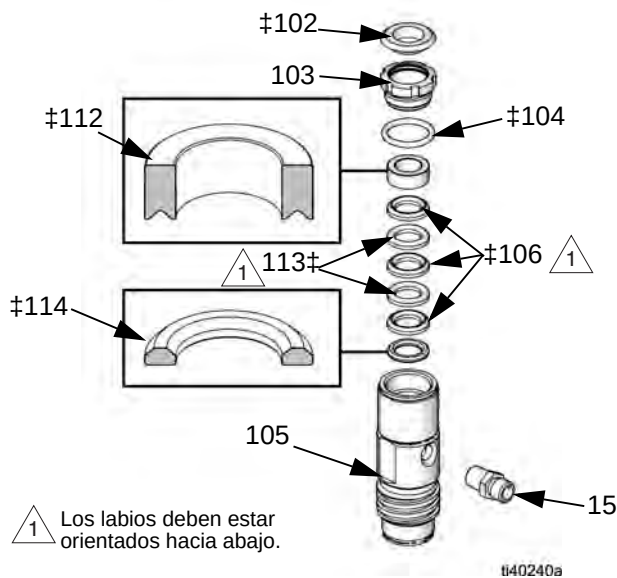

FIG. 9: Empaquetaduras de cuello en V
Modelos con empaquetadura en V: FIG. 9
- Coloque las empaquetaduras en V en orden alterno. Empiece con la de UHMWPE azul (106†) y siga con la de cuero (113†). Consulte la FIG. 9.